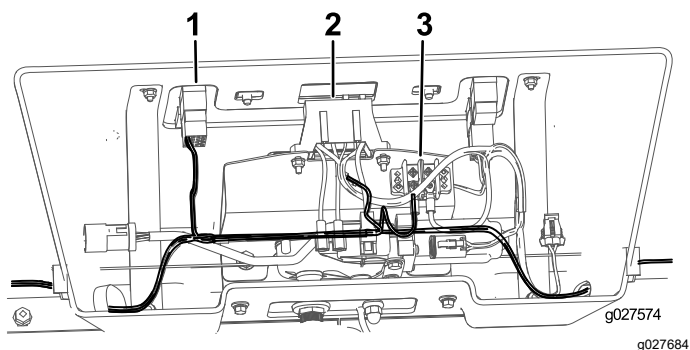

Figura 10
2. Ligue a cablagem ao interruptor, bloco de fusíveis e terminal de ligação à terra (Figura 10).